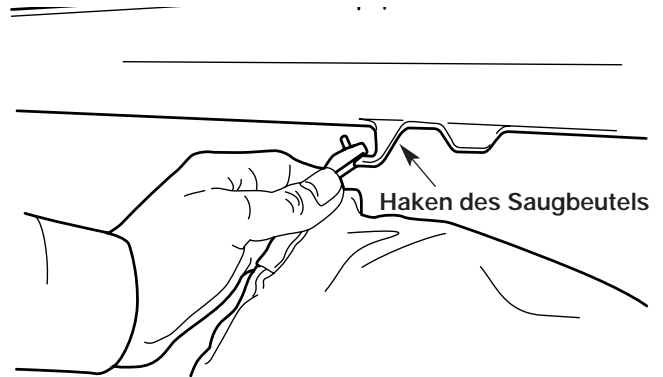

Abb. 3
1. Den Saugbeutel am Haken auf dem Bläser-/Absaugerrohr befestigen (Abb. 3).